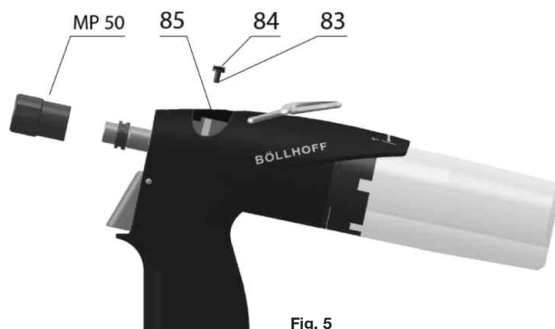

Fig. 5
- 2 - Dévissez la vis de purge (fig. 5, pos. 83) avec son joint torique (fig. 5, pos. 84) à l'aide de la clé mâle no 3. **Ne retirez pas le joint hydraulique (fig. 5, pos. 85) !**
- 10- Remettez en place la vis de purge (fig. 5 pos. 83)